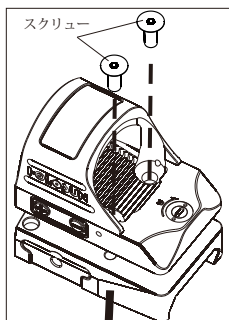

Fig 3-1
1) ねじ1,2を緩めて、マウントからサイトを取り外してください（図3-1）
1. 図3-1のように2本のねじを取り外し、HS507Cのマウントを取り外します。